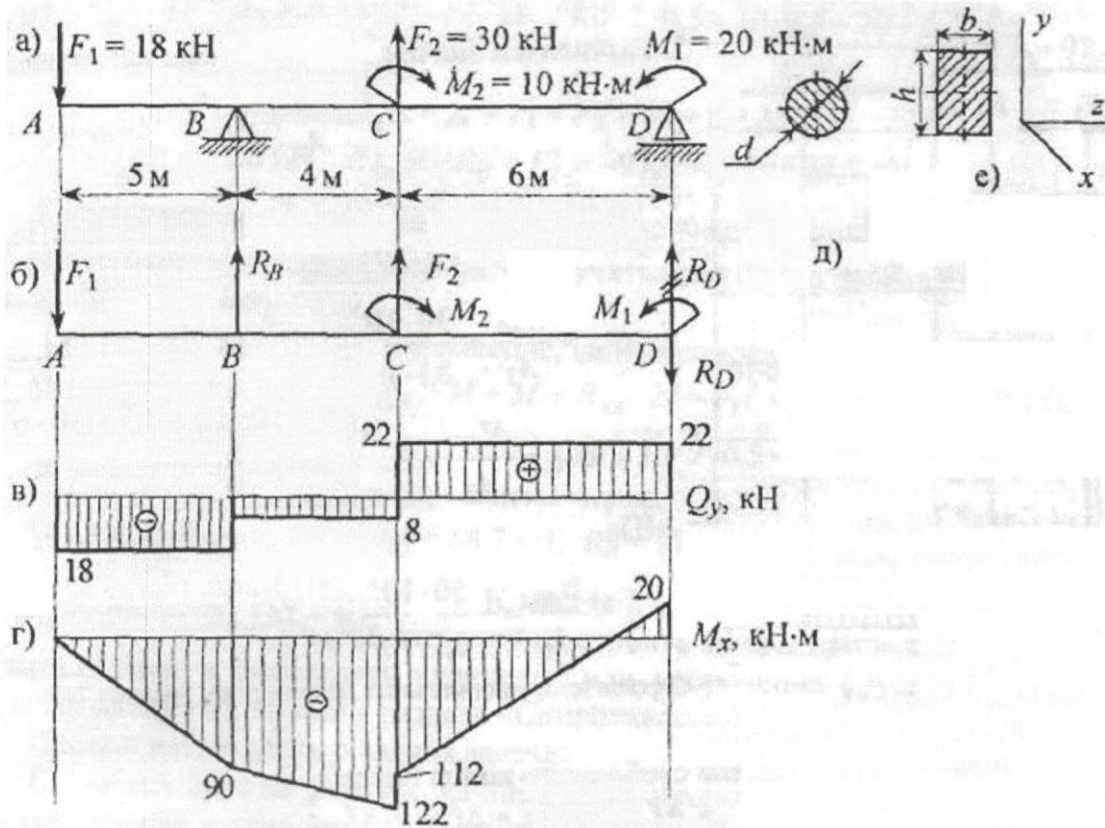

Рисунок 3.
Пример 3. Для заданной двухопорной балки (рисунок 3) определить реакции опор, построить эпюры поперечных сил, изгибающих моментов и определить размеры поперечного сечения (h, b, d) в форме прямоугольника или круга, приняв для прямоугольника $h/b = 1,5$. Считать $[\sigma] = 160$ МПа.
2. Делим балку на участки по характерным сечениям A, B, C, D (рисунок 3).
3. Определяем в характерных сечениях значения поперечной силы Q , и строим эпюру слева направо (рисунок 3в).
4. Вычисляем в характерных сечениях значения изгибающего момента M , и строим эпюру (рисунок 3г).